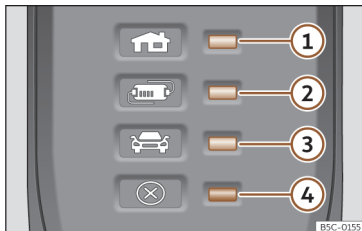

Fig. 200 No cabo de carregamento para tomadas de corrente: Luzes de controle do dispositivo de proteção.
»» Fig. 200:
O dispositivo de proteção eletrônico »» Fig. 200 faz com que o conector de carregamento permaneça sem corrente até se ligar na tomada de carregamento do veículo.
Uma ou várias luzes de controle»» Fig. 200 ①, ② ou ③ acendem a verde.
Indicação »» Fig. 200	Significado
Se a luz de advertência ④ vermelha piscar ou acender sem que se acenda por sua vez de forma permanente uma luz de controlo >>> **Fig. 200** ①, ② ou ③ o indicador de funcionamento, há uma avaria.
Indicação >>> Fig. 200	Significado